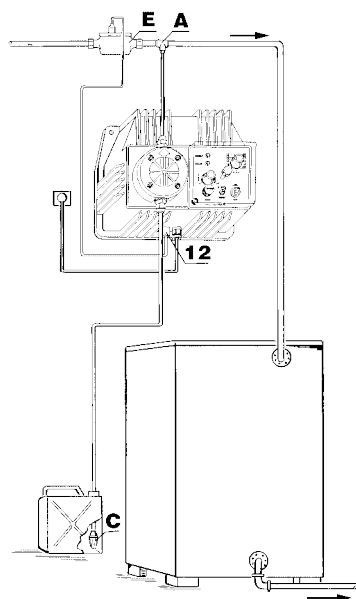

Fig. 11
❸ Ubicare la pompa come in fig. 11 tenendo presente che essa può essere fissata sia sotto che sopra il livello del liquido da dosare entro il limite massimo di 2 m. Se l'impianto da trattare lavora alla pressione atmosferica (additivazione a scarico libero) ed il serbatoio dell'additivo è posizionato più in alto dell'impianto, controllare periodicamente la funzionalità della valvola di iniezione, in quanto la sua eccessiva usura potrebbe portare all'immissione dell'additivo nell'impianto per caduta (anche ad apparecchiatura ferma). Per liquidi che emanano esalazioni aggressive, non installare la pompa sopra al serbatoio a meno che tale serbatoio risulti chiuso ermeticamente.
Il raccordo di aspirazione di conseguenza risulterà sempre nella parte inferiore della pompa dove verrà montato il tubetto con il filtro che va al contenitore del liquido da dosare (fig. 11).
❸ Place the pump as in fig. 11, either above or below the liquid level to be metered within a maximum limit of 2 m. If the plant works at atmospheric pressure (injection of the additive without counterpressure) and the additive tank is placed above the plant, the injection valve must be checked regularly as excessive wear could cause additive syphoning due to gravity (even when the equipment is not in operation). For liquids which release aggressive fumes do not install the pump above the tank unless the tank is tightly closed.
❺ The discharge nipple (marked on the pump head with an arrow) should always stay on the upper part of the pump from where the tubing reaches the plant; therefore the suction nipple will always be on the lower part of the pump where the tubing is mounted to the filter placed into the liquid tank (fig. 11). The pumps are tested in the factory with water at 130 cm suction height.
⑨ Dopo aver installato correttamente il contatore (o lo strumento trasmettitore/indicatore per la pompa MC-mA), collegare il cavetto di uscita al CONNETTORE 12 della pompa dosatrice (fig. 11). Per la sostituzione o il montaggio del CONNETTORE vedere punto 10 pag. 8.
⑨ After having installed the w.meter (or the transmitter/indicator as for the MC-mA pump) connect the cable to the pump connector 12 (fig. 11). To replace or assemble the connector see notes 10 pag. 9. Before performing any wiring operation carefully read the product instruction manual to find out what type of function are available.